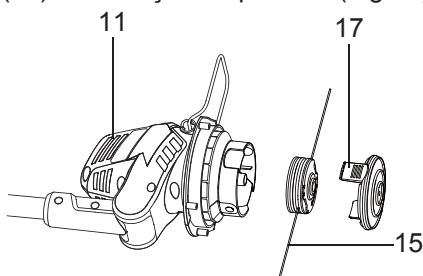

Fig.27
- > Remova a bobina de linha (15) da cabeça do aparador (Fig.27).